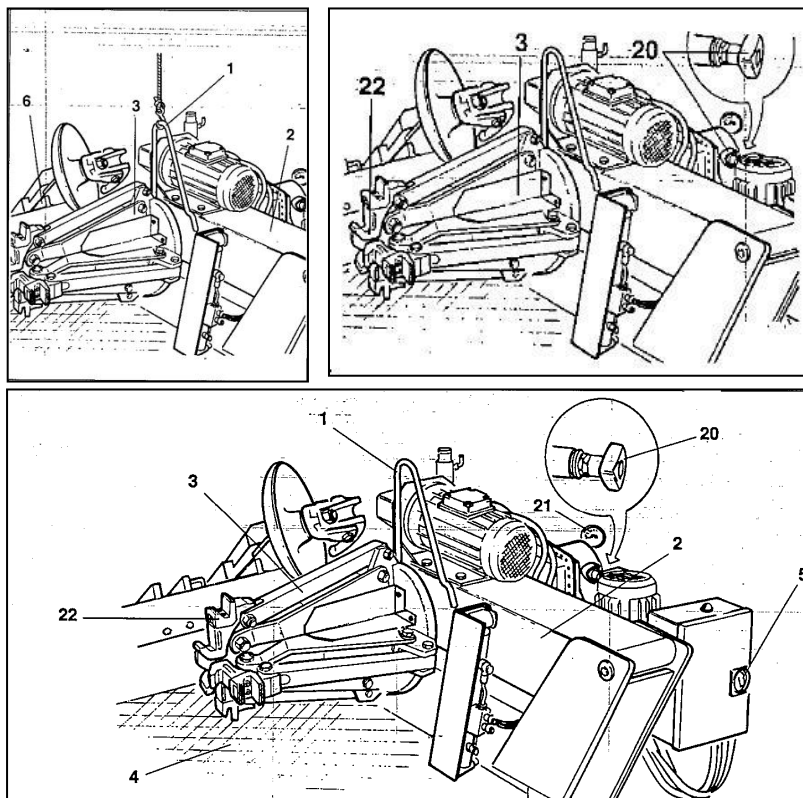

Рис. 3.1
Станок оснащен кронштейном (1, рис. 3.1), который необходимо установить перед выполнением его транспортировки.
- 1) Полностью опустите держатель самоцентрирующегося зажима (2, рис. 3.1).
- 2) Сведите зажимные кулачки самоцентрирующегося зажима (3, рис. 3.1).